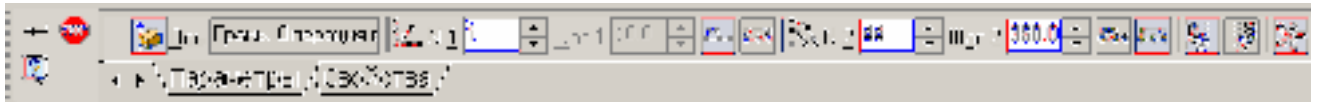

Рисунок 1.8 - Створення масиву зубів на вкладці параметри
4. На панелі властивостей клацніть лівою кнопкою миші на кнопці **Вісь** і вкажіть, також клацанням миші, циліндричну поверхню зубчастого вінця або маточини, у результаті програма вибере вісь масиву, що збігається з віссю тіла обертання (рис. 1.8, 1.9). Задайте кількість елементів масиву (у нашому випадку – 44).